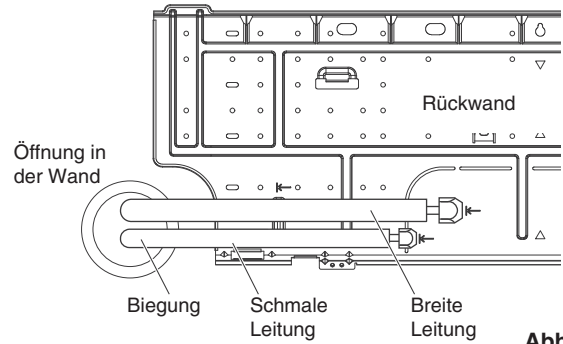

Abb. 3-28
- (1) Die Leitungen und den Ablaufschlauch durch die Wand führen und ausreichend Länge für den Anschluss lassen. Die Leitungen dann zur Verlegung mit einem Rohrbieger entsprechend biegen. (Abb. 3-28)
- (2) Den Ablaufschlauch und die Abdeckkappe der Ablauföffnung gegeneinander austauschen.